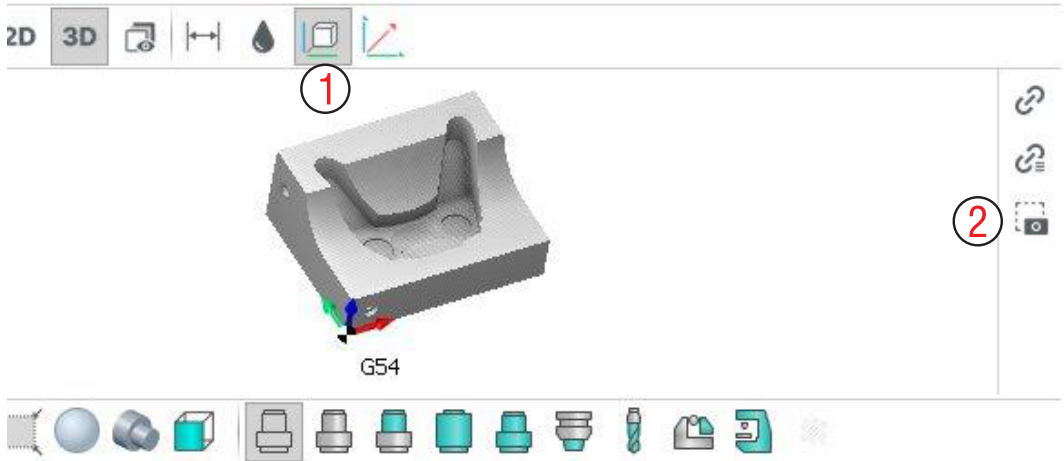

Рис. 17-26. Смена вида для скриншота отчета.
Прямо в диалоговом окне настройки отчета измените текущий вид как на рис. 17-26. Включите иконку показа нулевой точки (1) и нажмите кнопку Сделайте снимок экрана для текущего вида (2).